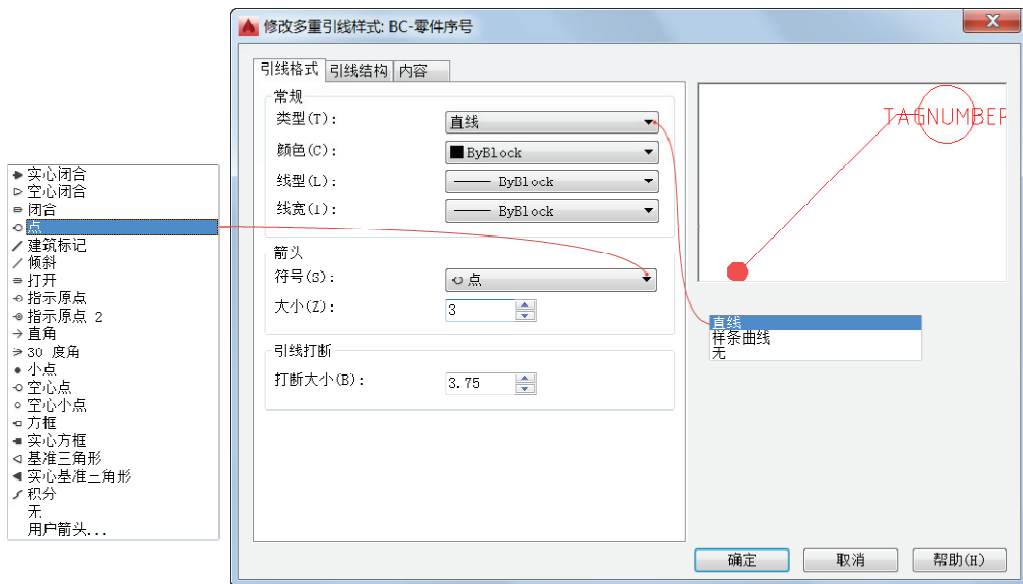

图 5-60 设置引线格式
6) 切换到“引线格式”选项卡。在“常规”选项组中,将“类型”设置为“直线”;在“箭头”选项组中,从“符号”下拉列表框中选择“点”选项,并设置其“大小”为“3”;其他采用默认值,如图 5-60 所示。